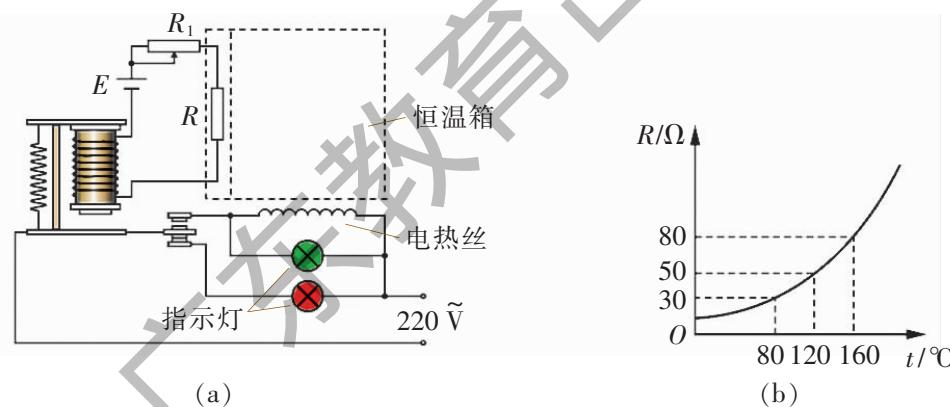

图 3-5
6. 化学实验常用到恒温箱。如图 3-5 (a) 所示为简单恒温箱温控电路。它由热敏电阻 R 和继电器组成。图 (b) 为热敏电阻的 $R-t$ 图象。设继电器线圈中电流大于或等于 20 mA 时，继电器衔铁吸合。若继电器线圈电阻为 150Ω ，为继电器线圈供电的电源 $E=6 \text{ V}$ (内阻可以不计) 时，要使恒温箱内温度保持 120°C ，可变电阻 R_1 的值应调节为多少？